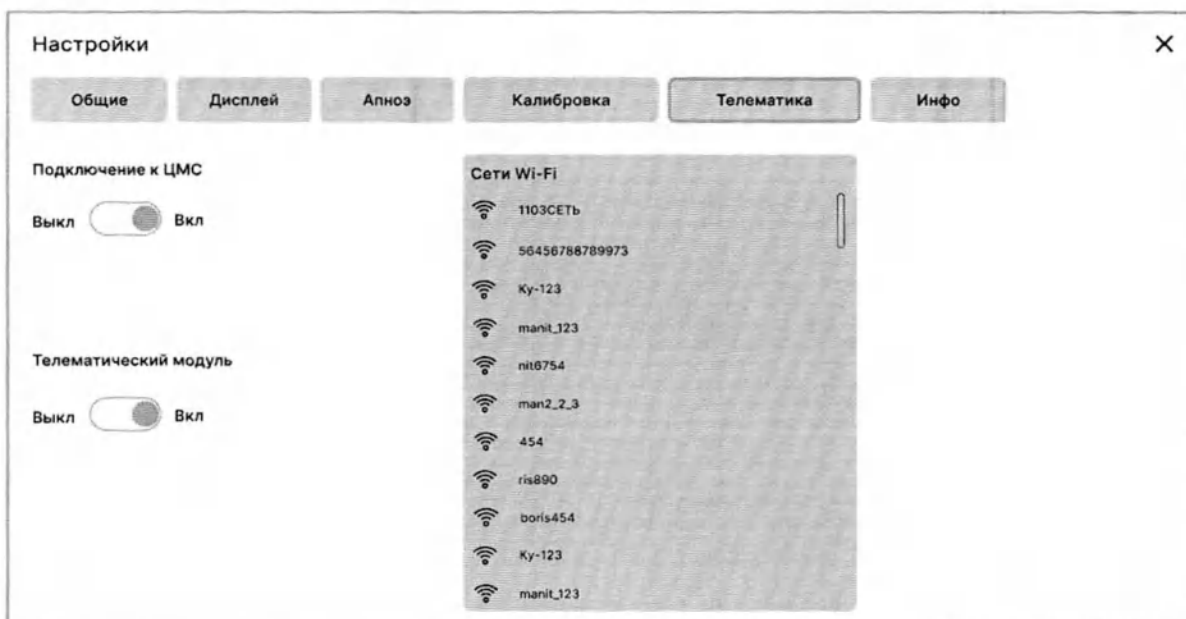

Рисунок 5.15 – Выбор Wi-Fi соединения
- 2 Аппарат произведет поиск и выведет на дисплей список доступных Wi-Fi соединений (см. рисунок 5.15).